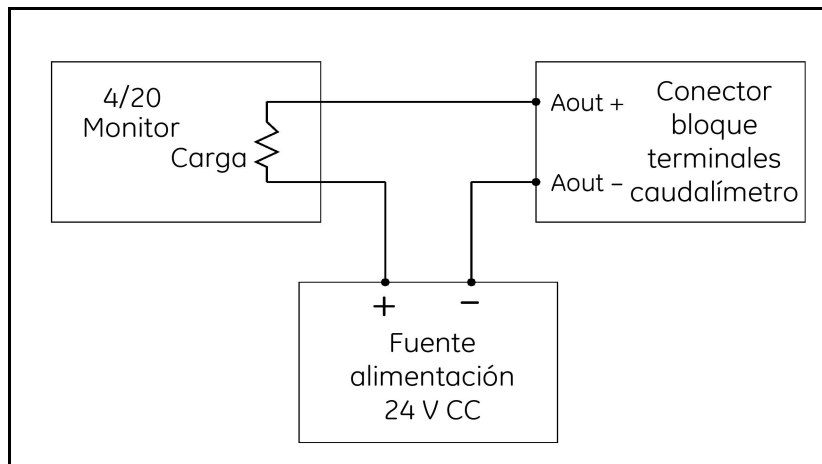
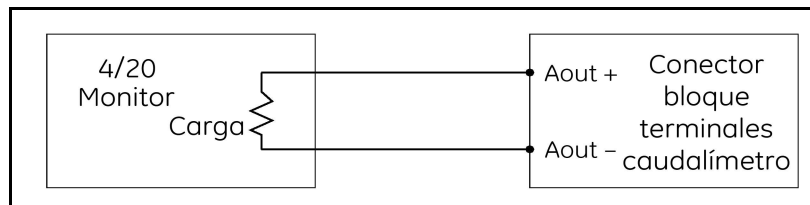

Figura 31: Cableado pasivo de la salida analógica
Figura 32: Cableado activo de la salida analógica
3. Ubique el bloque de terminales de 26 patas (TB2) que se ve en la *Figura 34 en la página 48* y conecte el terminal de E/S como se indica en la etiqueta del interior de la tapa de acceso al cableado (vea la *Figura 17 en la página 35* y la *Figura 33 en la página 47*). La *Figura 31* o la *Figura 32* a continuación muestran el diagrama de cableado.